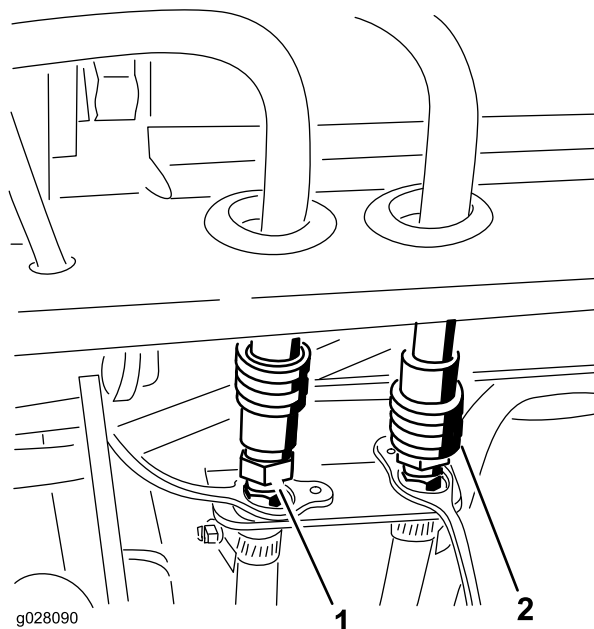

Figura 68
2. Ligue as mangueiras térmicas de pressão e retorno da cabina aos acopladores rápidos na montagem da estrutura traseira (Figura 68).